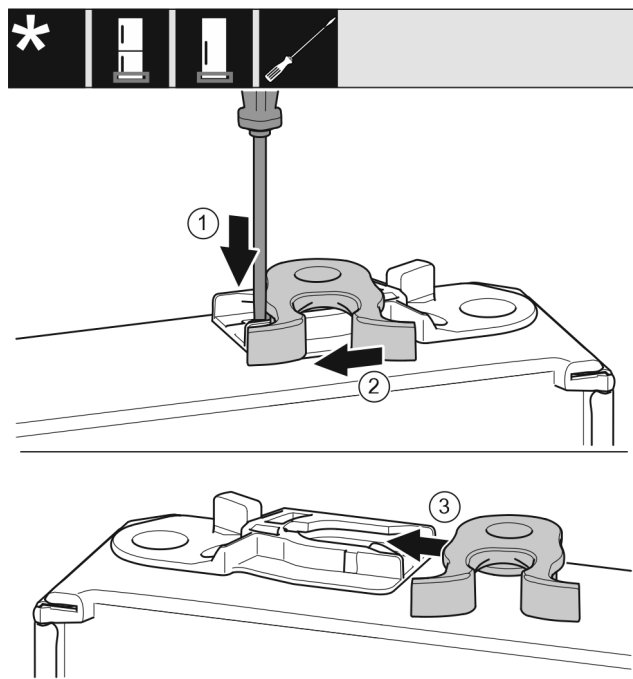

Fig. 33
- Spingere verso il basso la linguetta Fig. 33 (1) con il cacciavite a intaglio.
- Estrarre il gancio di chiusura Fig. 33 (2) dalla guida.
- Spostare il gancio di chiusura Fig. 33 (3) sull'altro lato nella guida.